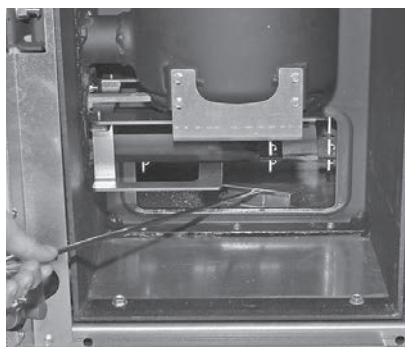

Fig. 42 Rimuovere la cenere sotto la superficie riscaldante nel recipiente per la cenere ¹
- ▶ Con il raschietto ¹ rimuovere la cenere da sotto la superficie riscaldante nel recipiente per cenere ¹ – Fig. 42.